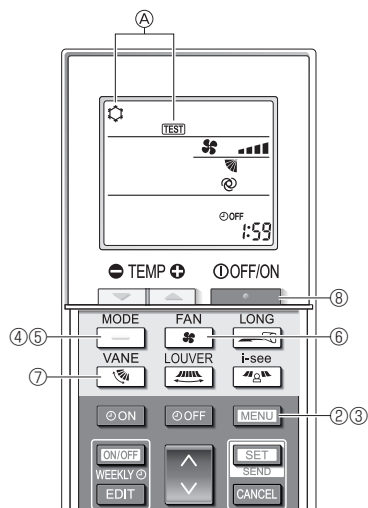

Fig. 7-8
- ① Mettez l'appareil sous tension au moins 12 heures avant l'essai de fonctionnement.
- ② Appuyez sur la touche **MENU** pendant 5 secondes. (Fig. 7-8)
La mention **(A) [TEST]** et le mode de fonctionnement en cours sont affichés. (Fig. 7-8)